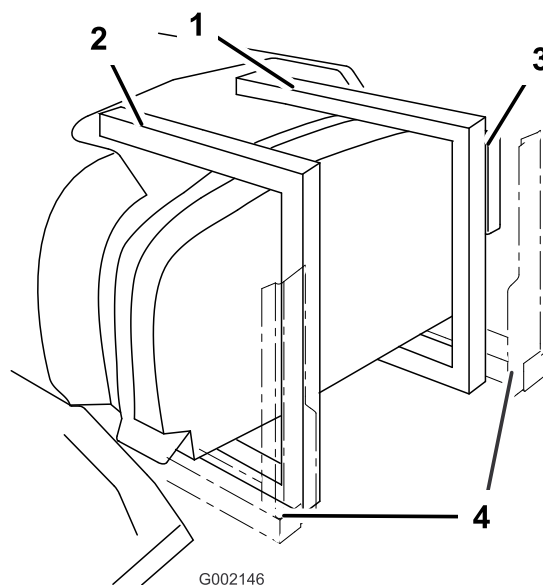

図 4
4. 取り付けると、両方のサポートがタンクの後端部を包むようになる（図 4）。